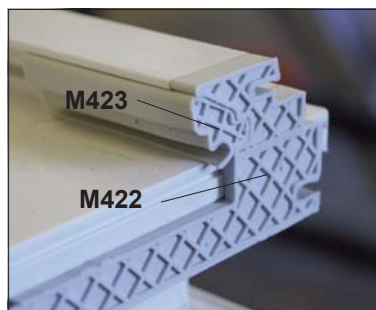

**Fig. 4** Profilo di copertura **76651** laterale
- Misurare la dimensione dell'infisso assemblato e tagliare il profilo **76651** e sagomarlo come indicato (Fig. 4).